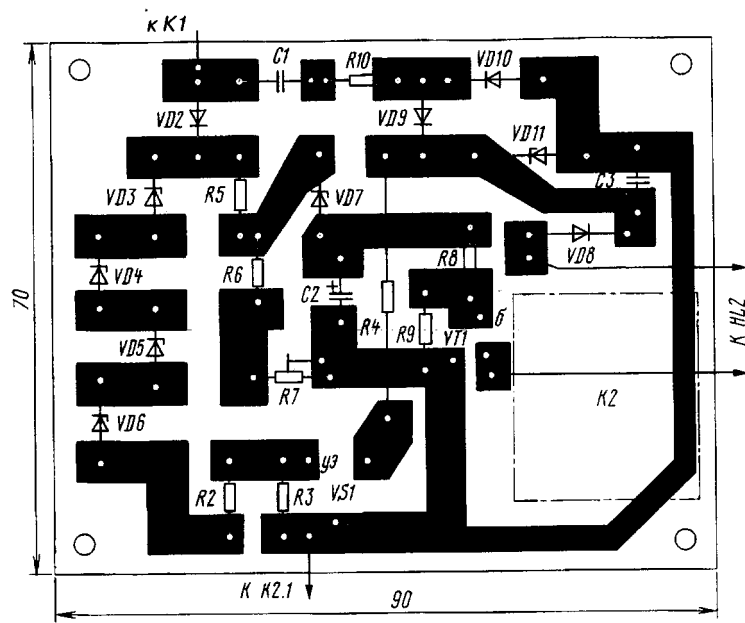

рис. 9
**Монтаж и наладка.** Устройство размещено на печатной плате из одностороннего фольгированного стеклотекстолита толщиной 2мм (рис.9). Наладка сводится к установке порога срабатывания при превышении напряжения сети, который устанавливают подбором стабилитронов VD3-VD6 (грубо) и резистором R3 (пловно). Резистор R7 устанавливает минимальное напряжение, при котором устройство защиты отключается от сети. Чтобы принудительно отключится от сети, необходимо последовательно с контактами K2.1 реле K2 установить кнопку, работающую на размыкание.